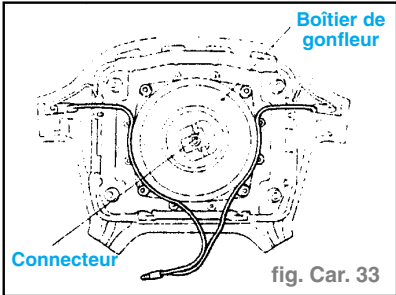

fig. Car. 33
- Vérifier si le connecteur n'est pas endommagé, si les bornes ne présentent pas d'anomalie et si le faisceau ne présente pas de courbe. (fig. Car. 33)